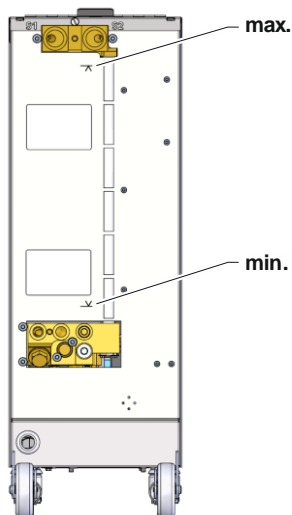

Abb. 2: Geräterückseite
- Tank manuell füllen bis zur Markierung Maximum (→ Abb. 2).
→ Füllstand ist unter der Markierung Minimum (→ Abb. 2).